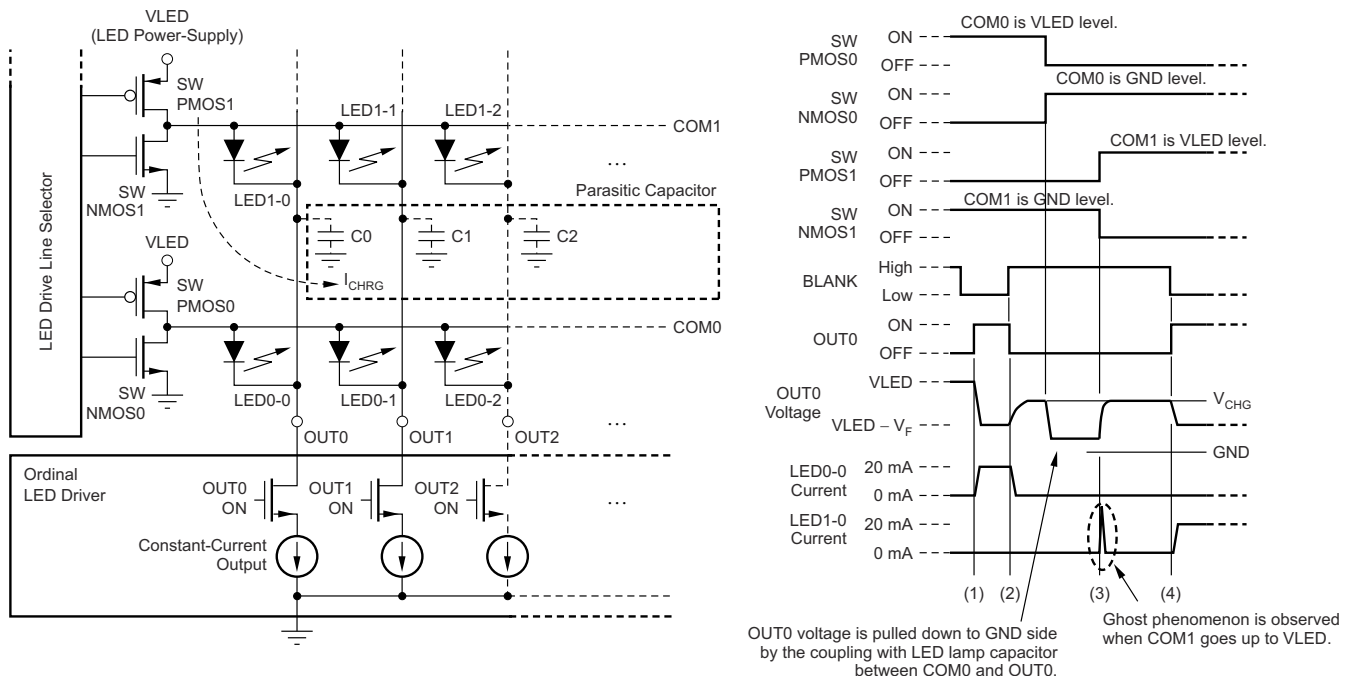

図 7-1. LED ゴースト発光現象のメカニズム
内蔵のプリチャージ FET により、多重化された LED モジュールのゴーストが防止されます。この現象の原因の 1 つは、定電流出力 (OUTn) の寄生容量充電電流と、LED 経由で OUTn に接続された PCB 配線です。図 7-1 に、メカニズムの 1 つを示します。
図 7-1 では、定電流ドライバが LED0-0 を (1) でオンにし、(2) でオフにします。LED0-0 がオフになると、OUT0 電圧は LED0-0 によって V_{CHG} にプルアップされます。この OUT0 ノードにはいくつかの寄生容量があります (定電流ドライバ出力容量や、C0-2 として示される基板レイアウト容量など)。LED0-0 がオフになった後、SWPMOS0 がオフになり、COM0 については SWNMOS0 がオンになり、COM0 は GND にプルダウンされます。COM0 と OUT0 の間には寄生容量が存在するため、OUT0 電圧も GND にプルダウンされます。その後、次の共通ライン (COM1) で SWPMOS1 がオンになります。SWPMOS1 がオンになると、OUT0 電圧がグランド電圧から $V_{LED} - V_F$ にプルアップされます。充電電流 (I_{CHRG}) は LED1-0 を経由して寄生コンデンサ (C0) に流れるため、LED が短時間オンになり、LED1-0 のゴースト効果が発生します。